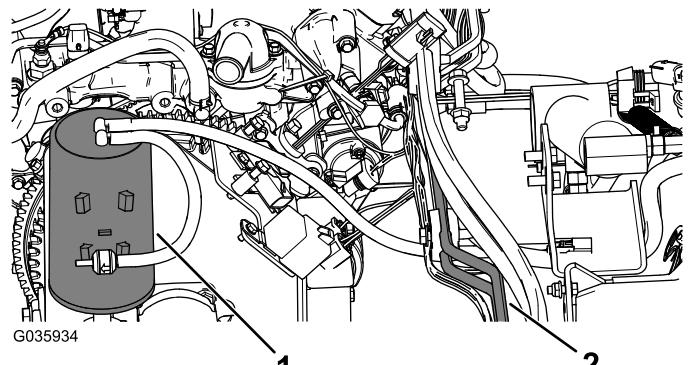

Figura 9
- Spostate il canister a carboni attivi sul lato destro della macchina e utilizzate le fascette per cavi per fissarlo alle tubazioni idrauliche, lontano da parti mobili o calde (Figura 9).